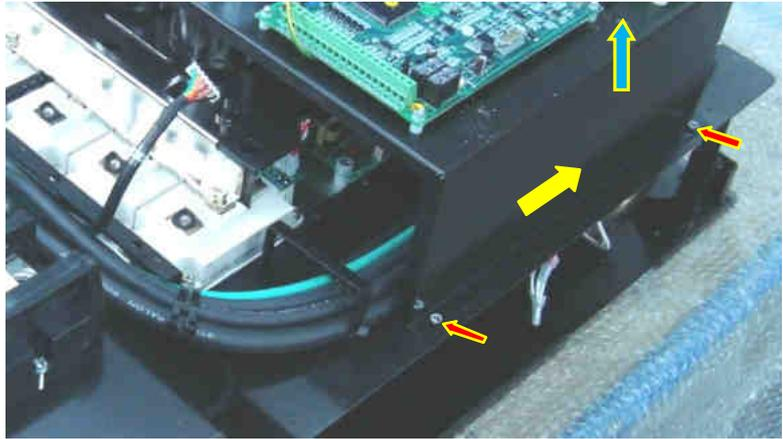

Рис. 6.20.
6.11.5. Отвернуть на два оборота каждый из четырех винтов крепления блока конденсаторов к основанию корпуса (рис. 6.20, красные стрелки). Показаны винты только с одной стороны), сдвинуть блок конденсаторов в направлении входных диодно-тиристорных модулей (по желтой стрелке), и потянув вверх (синяя стрелка), демонтировать.